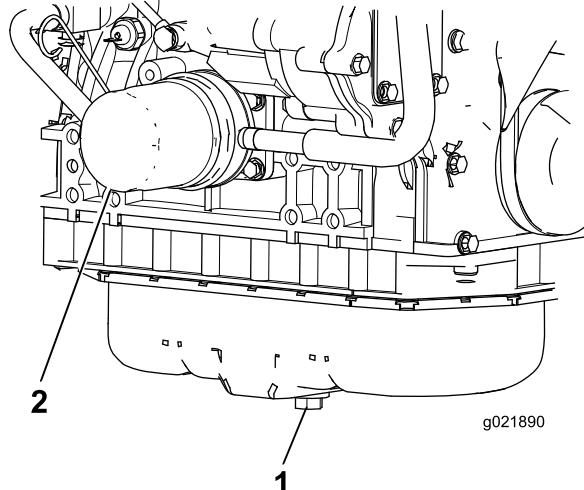

Figura 75
1. Retire el tapón de vaciado y deje fluir el aceite a un recipiente apropiado (Figura 75).
3. Retire el filtro de aceite (Figura 75).